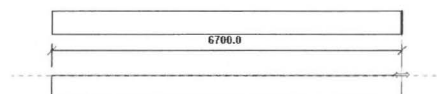

Fig. 05.08. *Finish Face Exterior*.
- Tegn et nyt stykke væg under det andet (Fig. 05.08).
På Fig. 05.08 ses at den blå stiplede linie forekommer i kanten af væggen, dette er *Finish Face Exterior* af væggen, altså væggen yderside.